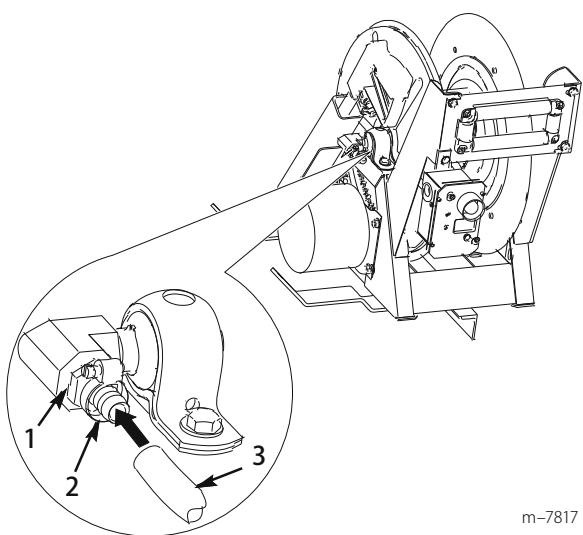

図17
20. 鋸歯付きフィッティング (1/2 インチ) のネジ部にテフロンテープを左回りに巻き、フィッティングをホース・リール側面の流入側ポートに差し込む (図17)。
22. ホースをホース・リールのフィッティングに接続し (図17)、両端をホース・クランプ (小; プラスチック製) で固定する。